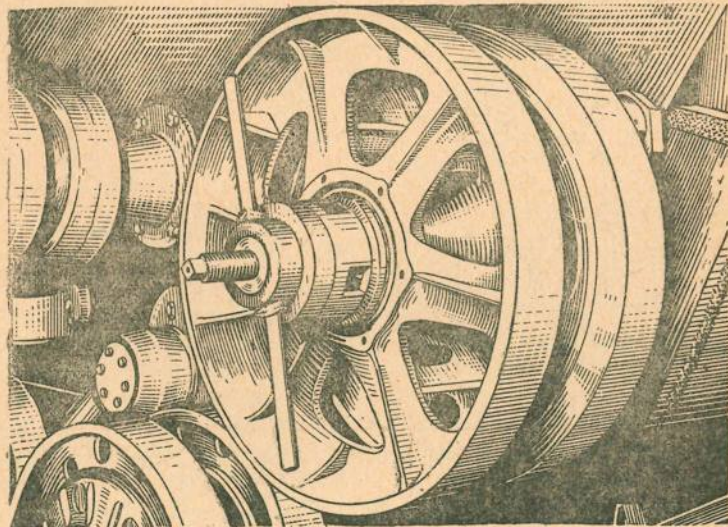

Рис. 51. Запрессовка направляющего колеса на ось кривошипа при помощи приспособления
7. Установить ленивец с подшипниками 3 и 4 на ось кривошипа 1 при помощи крана-стрелы и запрессовать его до упора при помощи приспособления (рис. 51).